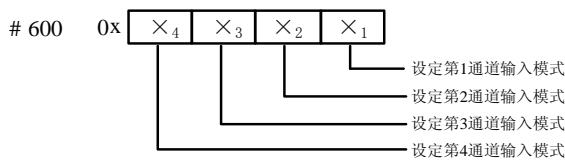

图 2-1 模式设定单元与通道对应关系
- BFM#600: 通道输入模式设定单元。用于设定第 1 通道到第 4 通道的输入模式。具体对应关系如图 2-1 所示。